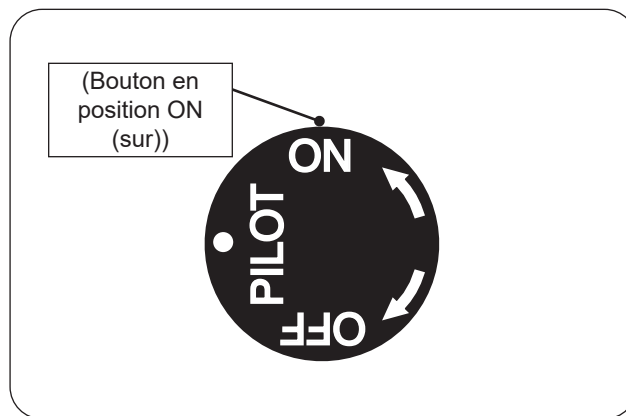

Fig. 76-1 Éclairage manuel
1. Assurez-vous que la veilleuse brûle. Tournez le bouton de commande dans le sens antihoraire ↻ ON (sur) pour allumer le brûleur (voir Fig. 76-1).